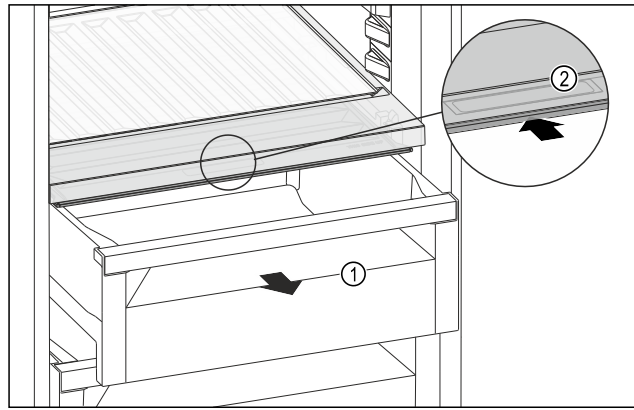

Fig. 184
- ▶ Schubfach Fig. 184 (1) herausziehen.
- ▶ Griffmulde Fig. 184 (2) am Fachdeckel anfassen und Fachdeckel gleichzeitig nach hinten schieben.